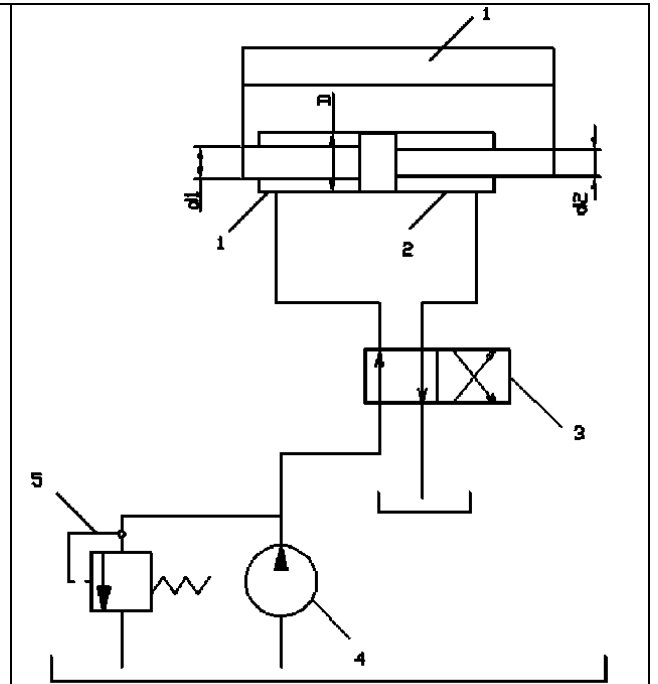

Рисунок 4
4. Гидроцилиндр 2 (рис. 4) с двусторонним штоком одинакового диаметра ($d_1=d_2$) при давлении масла в рабочей полости $P = 10$ МПа и противодавлении в сливной полости $P_{пр} = 0,1$ развивает тяговое усилие $F = 20$ кН. Уплотнение поршня и штока в гидроцилиндре манжетное. Насос 4 при вращении собственного приводного вала с частотой $n_n = 1500$ об/мин развивает подачу $Q_n = 8$ л/мин. Определить пределы регулирования скорости движения поршня гидроцилиндра при изменении скорости вращения приводного вала насоса 4 от 1000 до 2000 об/мин. Принять $\eta_m = 0,97$.